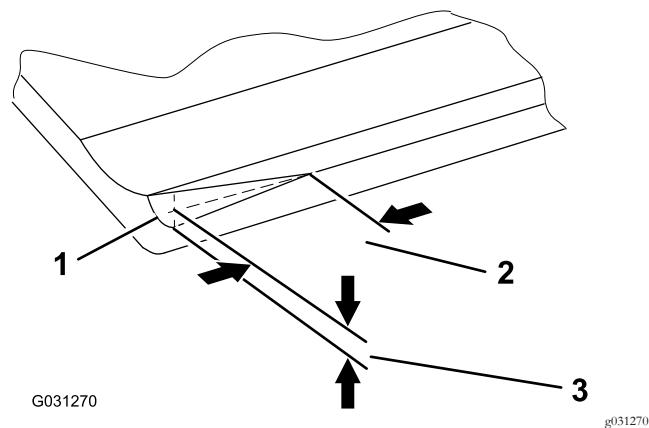

Figure 23
**Remarque:** Avec le temps, le chanfrein (Figure 23) doit être rectifié car il n'est conçu pour durer que 40 % de la vie de la contre-lame.